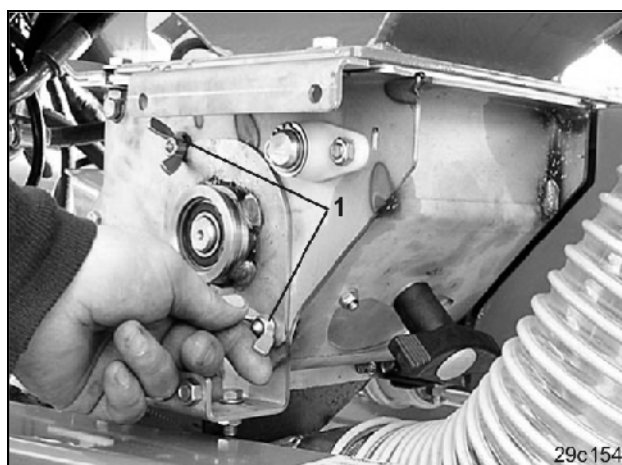

Fig. 73
- Suelte las tuercas de mariposa (Fig. 73/1) sin desenroscarlas.